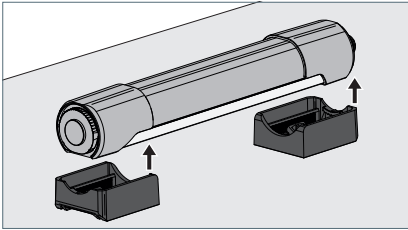

Fig. 8: Leuchte ausbauen.
- ▶ Drehen Sie die Leuchte mit der Blende zur Montagefläche und heben Sie die Leuchte aus den Haltern, siehe Fig. 8.